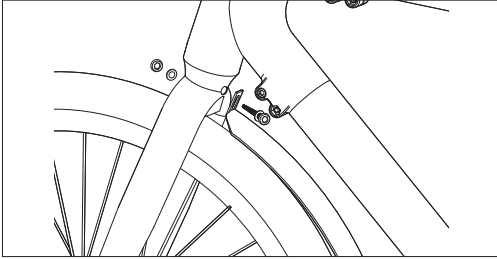

Abbildung 5-1
- Nachdem Sie das Schutzblech mit dem Schraubenloch ausgerichtet haben, ziehen Sie die Befestigungsschrauben wieder an, um es an der Vorderradgabel zu befestigen, wie in **Abbildung 5-1** gezeigt.